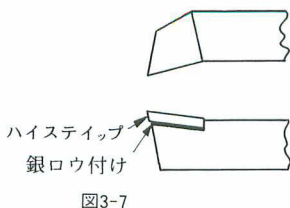
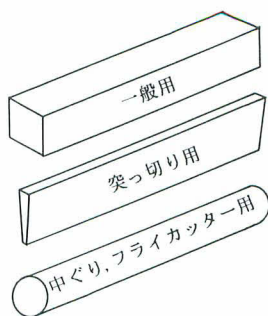

図3-7
図3-9
ミニ旋盤には主としてハイスバイトが使われています。市販品は「付け刃バイト(図3-7)」といって角形のシャンク(柄)の先端にハイスの小片(チップ)を銀ロウ付けしたものや、ハイス材で全体を^{ちゅうぞう}铸造したもの(写真3-8②~⑦)があります。これらの市販品でほとんどの仕事の間に合いますが、特別な形が必要な場合は「完成バイト」を買って自分でグラインダーにかけて研いで作ります。これはハイス材を焼き入れ研磨して図3-9のように角または丸の棒にしたもので、数本常備しておくとうれしい。寸法はいろいろありますがミニ旋盤用には6×6または8×8mm断面の角形が適当です。突っ切りバイト用の板状のもの(写真3-8⑧)は写真の⑨のように専用のバイトホルダーにはめて使います。このような、研いで刃をつけないと使えないものを「完成バイト」と呼ぶのは大変奇妙ですが、呼びならわされた言葉ですからそのまま使っておきます。「未研バイト」と呼ばれる場合もあります。
超硬合金は高価な上に脆いのでバイト全体をこれで作らず、図3-7と同じように超硬刃先(チップ)をロウ付けしたものと、刃先を取替えられるようにねじ止め